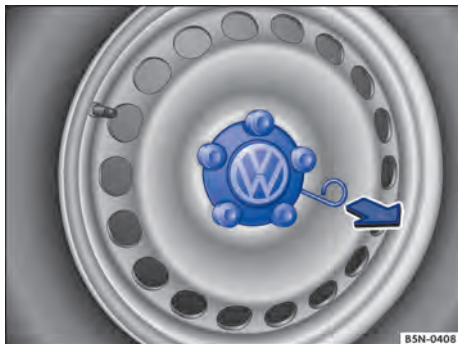

Fig. 271 Retirar a calota central.
- Para *remover*, retirar o gancho extrator das ferramentas de bordo → Página 352 e prendê-lo no canto da calota → Fig. 271.